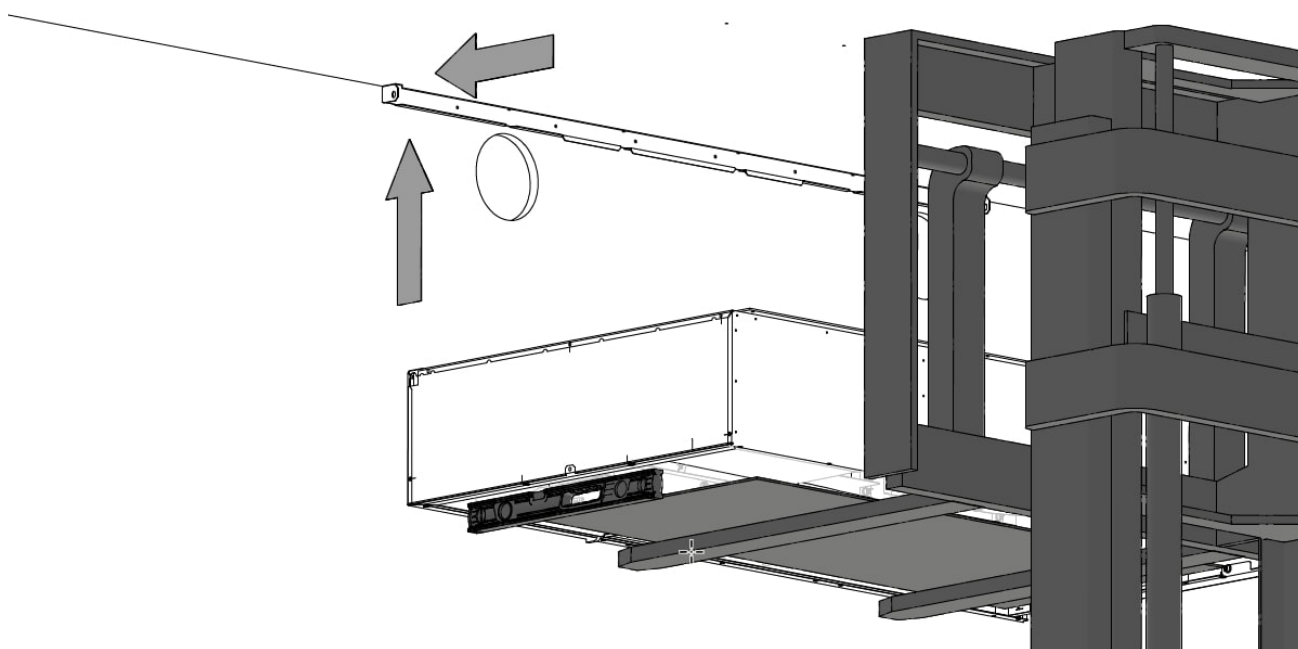

Abbildung 13: Anheben des AMX 4-Gerät und Aufstecken auf die Halterung
1. Legen Sie eine Schutzunterlage zwischen die Hebevorrichtung und das Gerät, um Kratzer zu vermeiden, siehe Abbildung 13 unten.